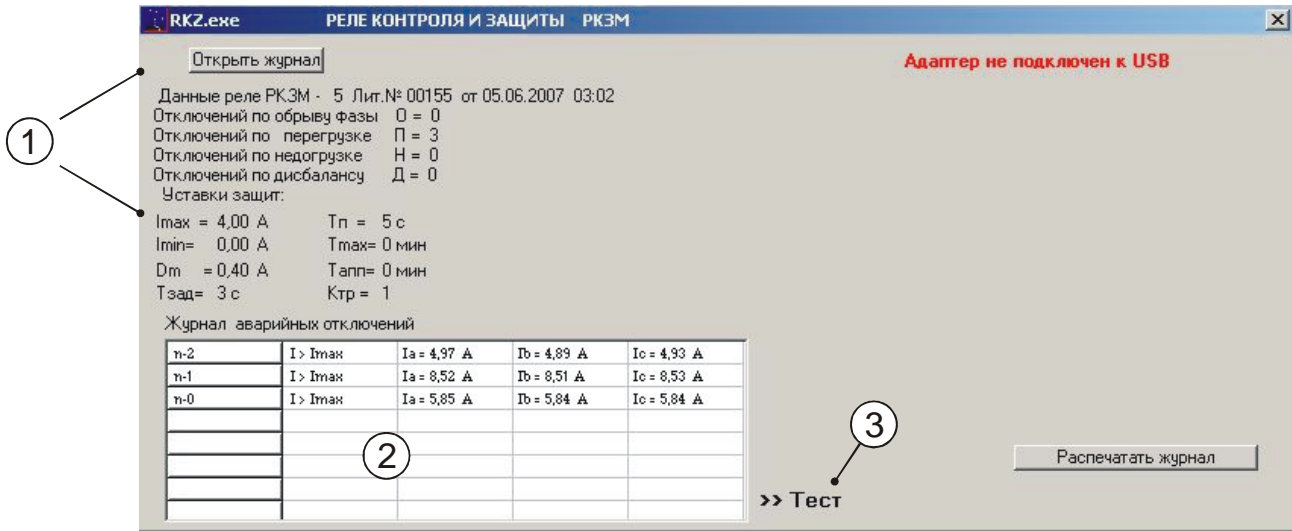

Рисунок 10 – отображение журнала реле РКЗМ (РЗ, РКЗ) на экране ПК.
5.10.1 Чтобы считать журнал, в открывшемся окне программы кликните мышью кнопку «Читать журнал». После считывания данных (~8 сек) откроется окно журнала (рис. 10).
5.10.2 Поле 1 (рис. 10) содержит следующую информацию:
5.10.3 В таблице 2 (рис. 10) отображаются данные журнала аварийных отключений, в котором фиксируются параметры восьми последних по времени аварийных отключений.
5.10.5 Поле 3 (рис. 10) содержит символьное обозначение установки оборудованной прибором защиты (порядок присвоения символьного обозначения смотри в п. 5.12).